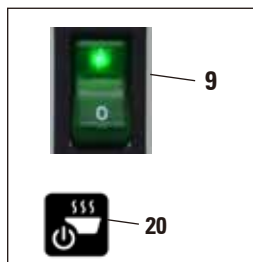
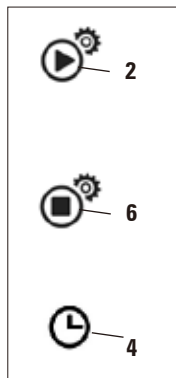

Fig. 16
Fig. 21
- Ponga el interruptor principal (lado derecho, junto al panel de control) en la posición "I" (9 en las Fig. 16, 17).
Cuando desaparecen los cuatro botones, aparecen en pantalla el botón **Funcionamiento/Standby** (20 en las Fig. 16, 18) y el botón de luz. El instrumento pasa al modo Standby.
1. Toque el botón **Configuración (14)**.
2. Toque el botón **Intro (18)** tantas veces como sea necesario hasta que el icono Hora de inicio (2 en la Fig. 21) aparezca y el valor de la hora parpadee.
3. Ajuste la hora con los botones **Arriba (22)/Abajo (17)**.
2. Toque el botón **Intro (18)** tantas veces como sea necesario hasta que el icono de la hora de finalización (6 en la Fig. 21) aparezca y el valor de la hora parpadee.
Una vez ajustados la hora de inicio y la hora de finalización, apague y encienda el equipo con el botón físico (9 en la Fig. 16) y aparecerá el icono del programador en el panel de control (4 en la Fig. 21).